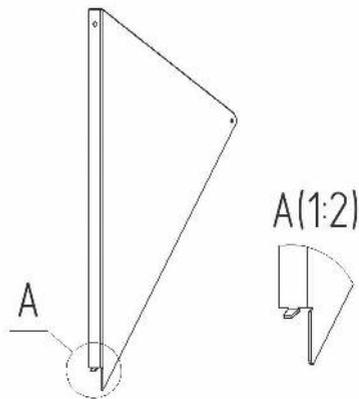

Рисунок 8
1. Возьмите треугольную вставку и с помощью плоскогубцев отогните монтажный язычок в основании вставки на 45° (Рис. 8).